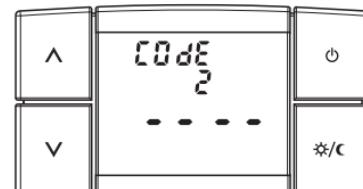

fig. 37
- l'inscription « **CodE 2** » et « **-----** » s'il existe déjà un mot de passe (fig. 37)